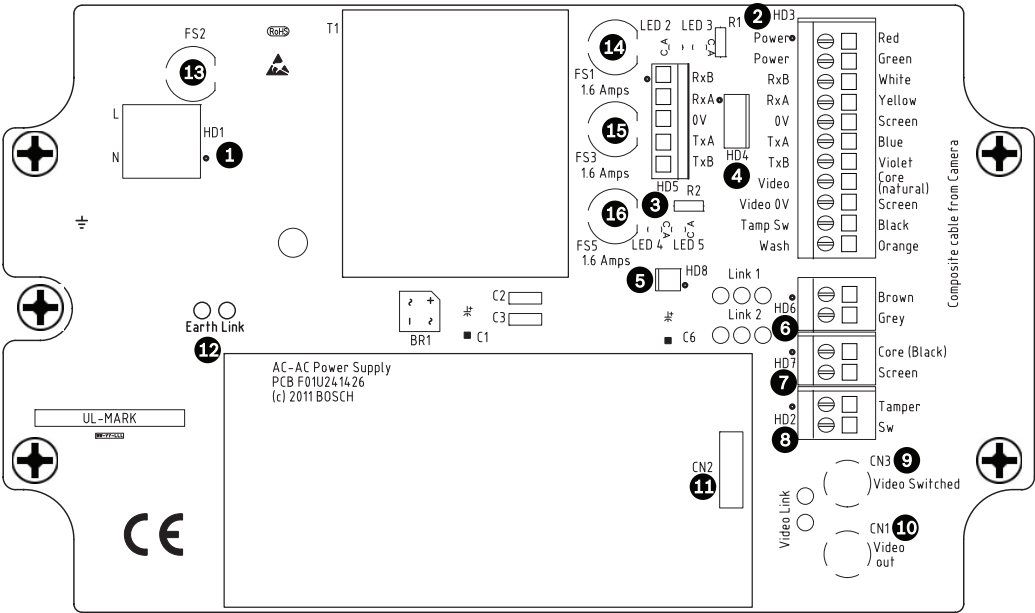

Figura 4.3 Diseño de MIC-240PSU-2 y MIC-115PSU-2
Las fuentes de alimentación MIC para las cámaras MIC612 cuentan con cuatro (4) fusibles de 20 mm (números 13 y 16 en la *Figura 4.3*) en los portafusibles. Las potencias de estos fusibles son fijas en el secundario de baja tensión, pero cambian con la tensión de entrada en el primario de alta tensión. La siguiente tabla muestra los valores de fusible que se deben instalar para una protección correcta de las fuentes de alimentación MIC-240PSU-2 y MIC-115PSU-2. **Nota:** FS 4 no existe.